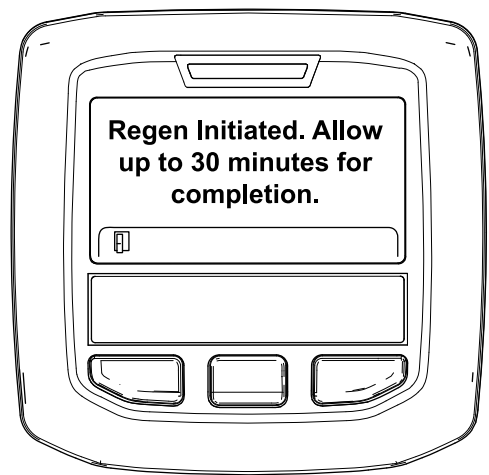

Figura 44
- Si la regeneración se permite, aparece el mensaje "Regen Initiated. Allow up to 30 minutes for completion" (Regeneración iniciada, espere 30 minutos hasta que finalice) en el InfoCenter y debe esperar a que la máquina finalice el proceso de regeneración con la máquina aparcada (Figura 44).